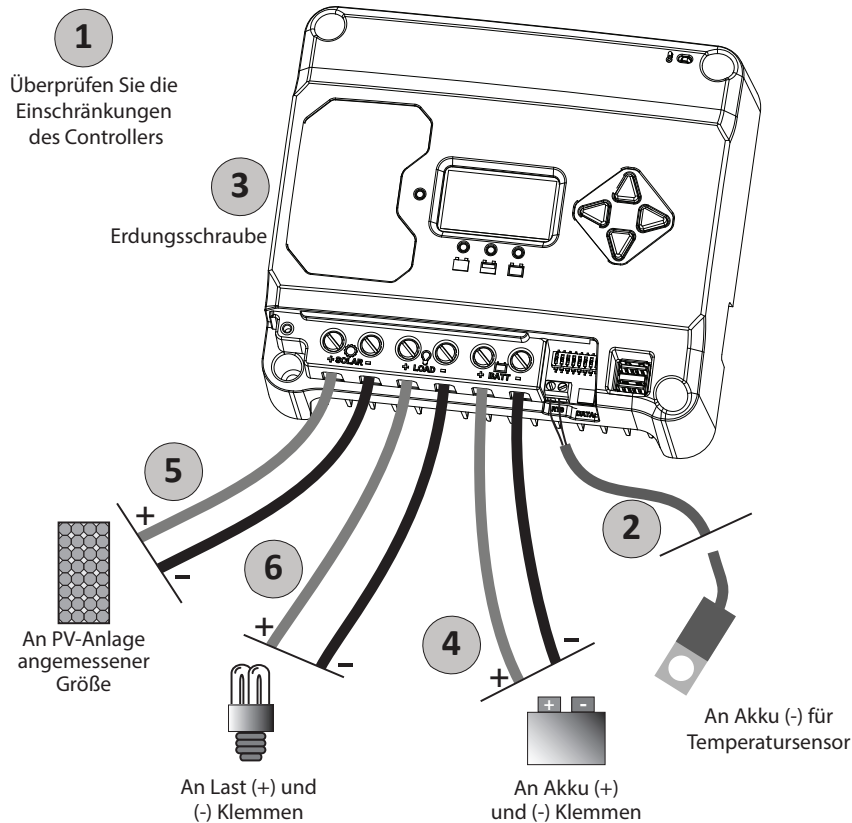

Abbildung 3-3. Verkabelung des EcoBoost MPPT
**DIE FOLGENDEN ANWEISUNGEN ZUR VERKABELUNG BEZIEHEN SICH AUF ABBILDUNG 3.3.**